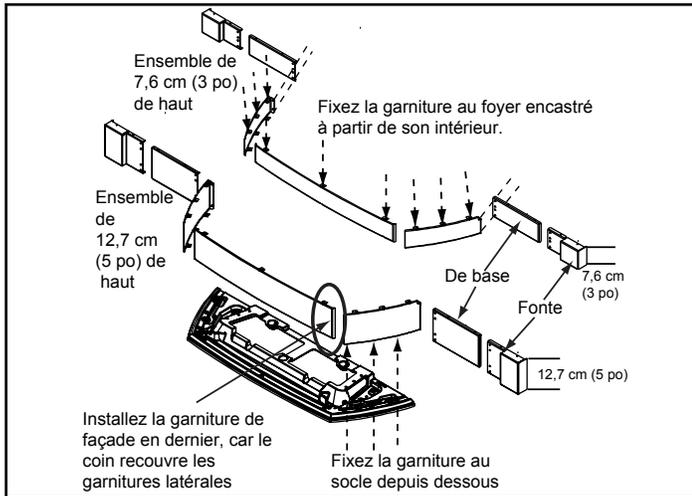

Figure 19.1
- Posez le fond en fonte, face orientée vers le haut. Fixez D'ABORD les 2 pièces de côté, puis la pièce avant. **Figure 19.1 à la p. 19**